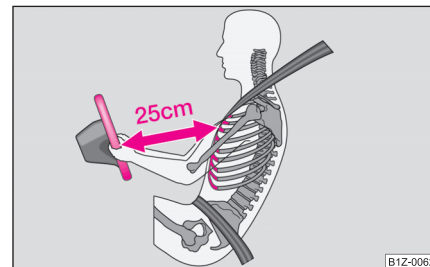

Fig. 117 Distanța sigură față de volan
- **Atât pentru conducător cât și pentru pasagerul dreapta este important să păstreze o distanță de cca. 25 cm față de volan, respectiv de tabloul de bord ⇒ fig. 117. Dacă nu se respectă această distanță, sistemul airbag nu își poate exercita eficiența maximă – Pericol! Pe lângă acestea, scaunele din față și tetierele trebuie să fie întotdeauna reglate în funcție de mărimea corpului.**